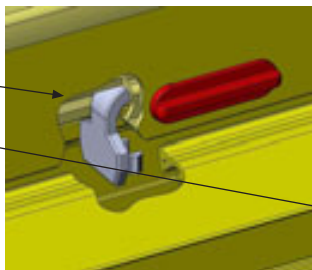

Figura A4
- La hoja del lado contrario a la puerta dispone en la parte inferior, de un “Kit Palanca-Bloqueo Hoja”. La función de este kit es proporcionar a la hoja el cuarto punto de sujeción. (figura A4 - posición horizontal).